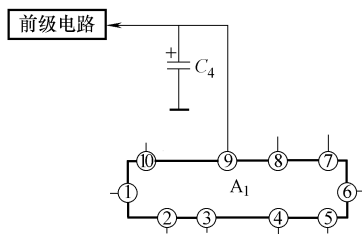

图 13-23 示意图
如图 13-23 所示电路,集成电路  $A_1$  的⑨脚是前级电源输出引脚,该引脚的外电路特征是:与前级放大器的电源电路相连,且该引脚与地之间有一只几百微法的电源滤波电容  $C_4$ ,根据这一外电路可以方便地确定哪是前级电源引脚。